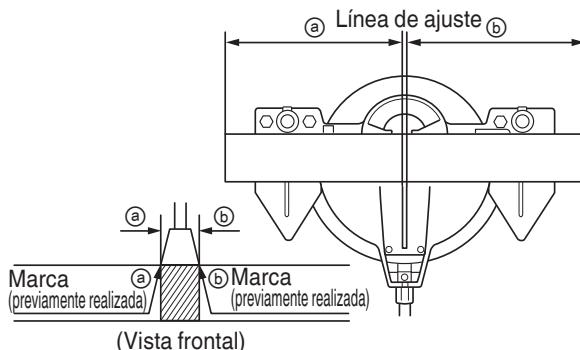

Fig. 16
(1) Como se muestra en la Fig. 16, la anchura de la hoja de sierra es la de corte. Por lo tanto, deslice la pieza de trabajo hacia la derecha (vista desde la posición del operador) cuando desee la longitud ④, o hacia la izquierda cuando desee la longitud ③.
(2) Cuando la hoja de sierra haya alcanzado la velocidad máxima, empuje cuidadosamente hacia abajo la empuñadura hasta que la hoja de sierra se acerque a la pieza de trabajo.